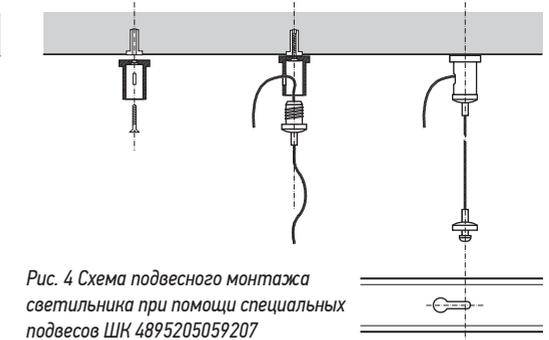

Рис. 4 Схема подвешного монтажа светильника при помощи специальных подвесов ШК 489520505207
1.7.3 подвешивается к любым прочим поверхностям при помощи специальных подвесов ШК 4895205059207 (см. Рис.4).